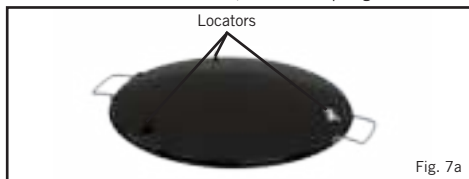

Fig. 7a
- Plaats de brander pan (F) op de buis en driepoot samenstelling.
- Om de Skottel Braai gereed te maken voor gebruik, deze dusdanig in de brander pan (F) plaatsen dat alle drie locators (V) (Fig.7a) op de juiste manier passen met de lip op de omtrek van de brander pan (F) en dus zorgen voor een stabiele montage.